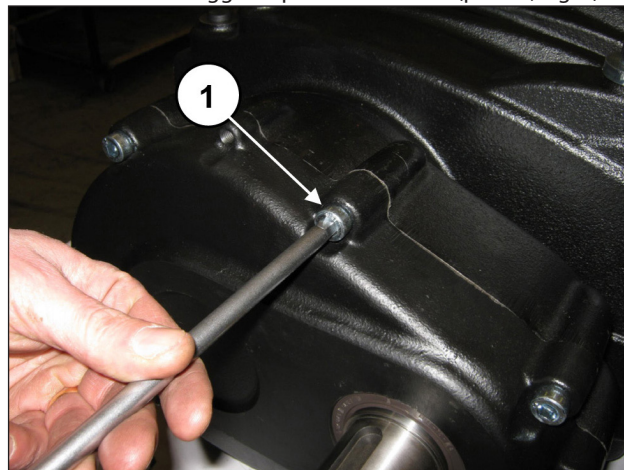

Fig. 4
Svitare le viti di fissaggio coperchio riduttore (pos. ①, Fig. 4).